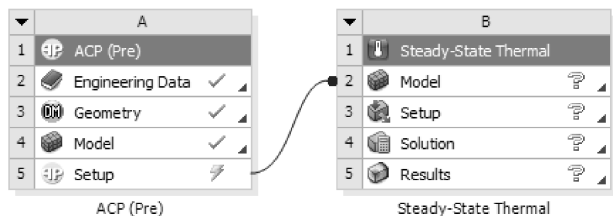

图 7-39 前处理数据导入稳态热分析环境
(1) 返回到 Workbench 主界面, 在工具箱【Toolbox】的【Analysis Systems】中双击或拖动稳态热分析【Steady-State Thermal】到项目分析流程图。
(2) 单击复合材料前处理单元格【Setup】, 并拖动到稳态热分析单元格【Model】并选择【Transfer Solid Composite Data】, 如图 7-39 所示。